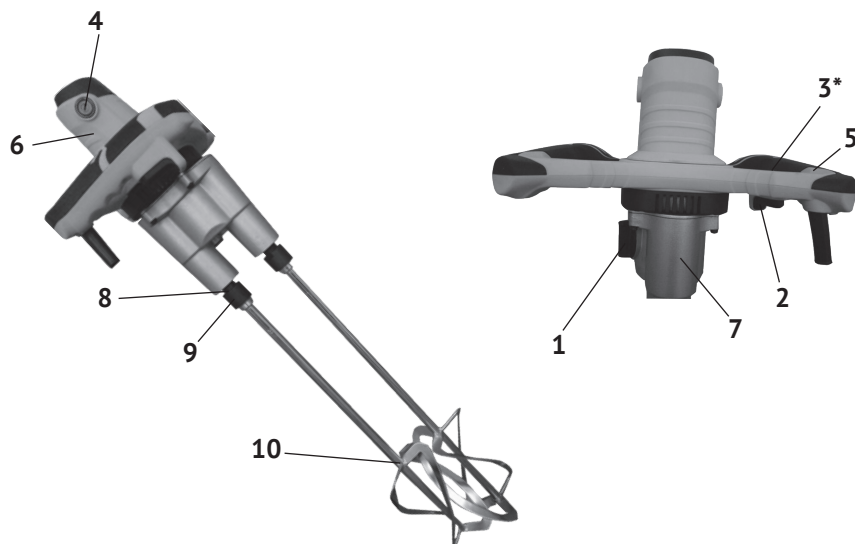

рис.1
1.6 Общий вид миксера представлен на рис.1
1.7 Миксер состоит из коллекторного двигателя в пластиковом корпусе (рис.1 поз.6) и редуктора, расположенного в металлическом корпусе (рис.1 поз.7). Крутящий момент с якоря электродвигателя через систему шестерён, передаётся на два шпинделя, соосных с двигателем. На шпиндели, накидными гайками (резьба M27 внутренняя) крепятся насадки. Гайки (рис.1 поз.9) и насадки (рис.1 поз.10) имеют хорошо различимые маркировки: «R» - правая и «L» - левая.
1.8 Клавиша выключателя (рис.1 поз.2) расположена в нижней части правой рукоятки. Слева на рукоятке находится кнопка (рис.1 поз.3) блокировки клавиши выключателя от случайного пуска.. Скорость вращения шпинделей в каждом из режимов регулируется усилием, приложенным к клавише выключателя. На максимальных оборотах каждого из режимов кнопка (рис.1 поз.3) фиксирует клавишу в рабочем положении.
2.2.1 Закрепить насадки (рис.1 поз.10) гайками (рис.1 поз.9) к шпинделям (строго по маркировкам – «R» к «R» а «L» к «L»), и затянуть их ключами, входящими в комплект поставки.
- включение миксера осуществляется нажатием на клавишу выключателя (рис.1 поз.2), после нажатия и удержания кнопки блокировки (рис.1 поз.3)
2.2.3 Переключатель диапазона скоростей (рис.1 поз.1) расположен на редукторе слева. Он имеет два фиксированных положения обозначенных символами «I» и «II» на переключателе скоростей. Совмещая конец ручки переключателя с символом «Δ» на корпусе редуктора, выбираем нужный диапазон скорости.
- открутить крышку щёткодержателя (рис.1 поз.4);